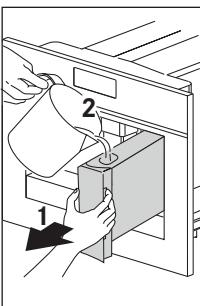
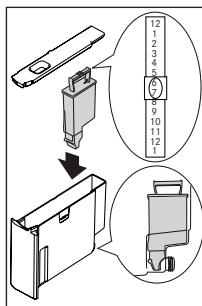

Abb. 11
Abb. 37
- Nehmen Sie den Wassertank heraus (Abb. 11), spülen Sie ihn aus und füllen Sie frisches Wasser bis höchstens zur Linie MAX ein. Schieben Sie den Wassertank wieder bis zum Anschlag hinein. Im Tank kann ein Wasserenthärterfilter installiert werden (Abb. 37).